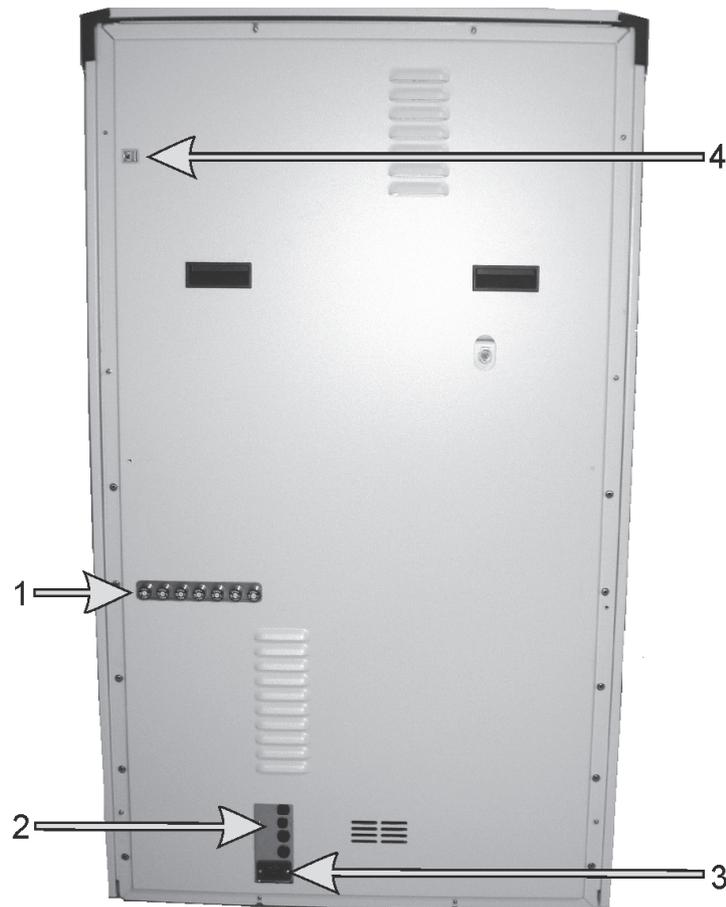

Abbildung 25: BOND-III Hintere Abdeckung
Abbildung 25 zeigt die hintere Abdeckung des BOND-III-Bearbeitungsmoduls.
2. Verfolgen Sie das Stromkabel vom Netzanschluss des Bearbeitungsmoduls (Element 3 in Abbildung 25 und Element 4 in Abbildung 26) bis zur Wandsteckdose. Unterbrechen Sie die Stromversorgung an der Wandsteckdose.